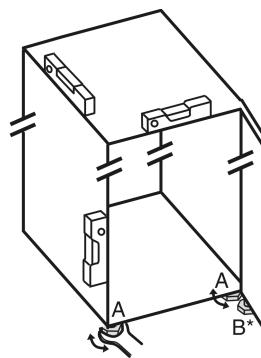

Fig. 27
- ▶ Seřizovací nožky Fig. 27 (A) vyšroubujte pomocí přiloženého vidlicového klíče a pomocí vodováhy, dokud nebude spotřebič pevně vyrovnáný.
- ▶ Seřizovací nožku Fig. 27 (B) na stojanu ložiska vytáchejte pomocí přiloženého vidlicového klíče, až dosedne na zem.
- ▶ Seřizovací nožku Fig. 27 (B) otáčejte dál o 90°.